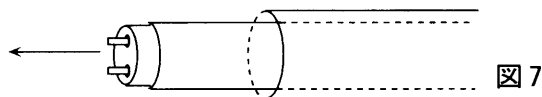

図7
③パッキンを外した側からランプを取り外してください。(図7)